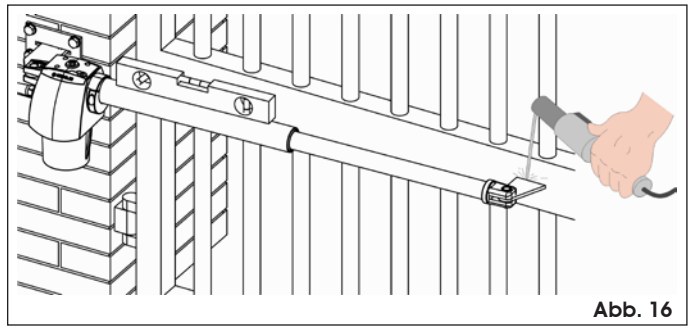

Abb. 16
- Das Rohr des Antriebs so an den Flügel anlegen, dass es am vorderen Bügel des Flügels aufliegt (Abb. 16).
- Mit einer Wasserwaage sicherstellen, dass der Antrieb perfekt waagrecht ist und den vorderen Bügel mit zwei Schweißpunkten provisorisch befestigen (Abb. 16.).